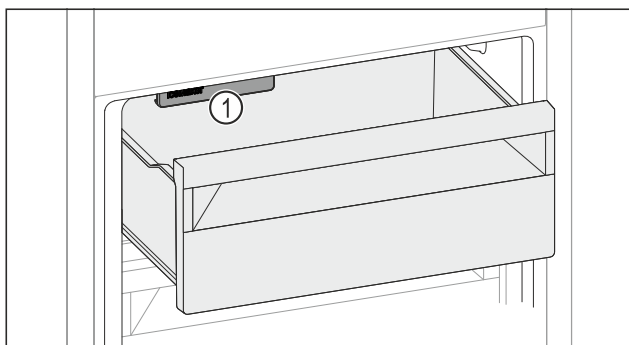

Fig. 167
- ▶ Учитывайте IceMaker Fig. 167 (1).